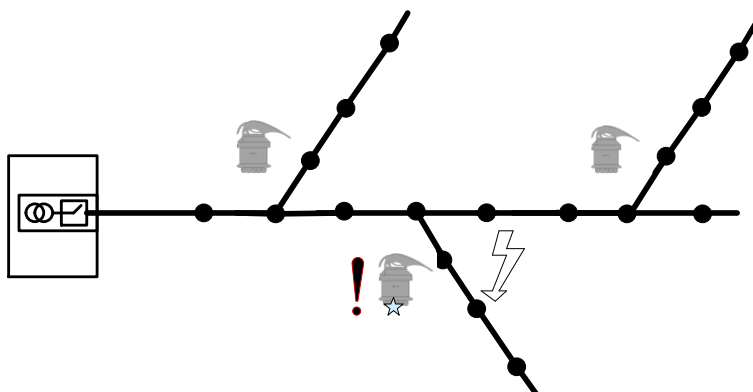

Рисунок 6 – Установка комплектов на линии с коротким стволом
- на линии с коротким стволом и длинными ответвлениями комплекты устанавливаются на ответвлениях вблизи мест разветвления, на ближайших к месту разветвления промежуточных опорах (Рисунок 6);